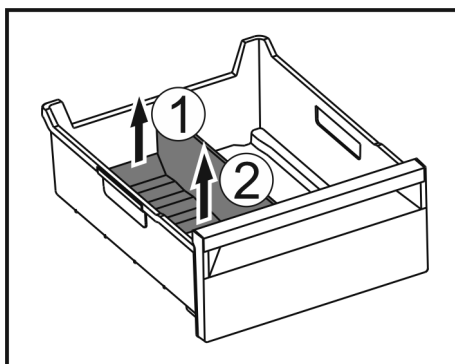

Fig. 243
- Zvedněte zadní část přepážky přihrádky na led. Fig. 243 (1)
- Přepážku přihrádky na led vyjměte nahoru. Fig. 243 (2)